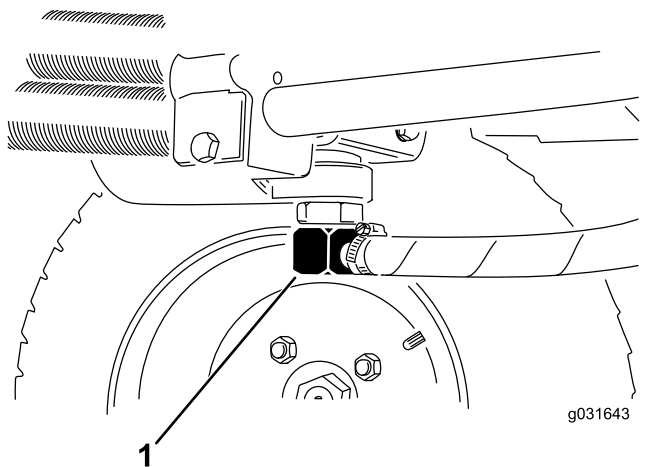

Рисунок 66
- Отсоедините гидропровод или снимите гидравлический фильтр и дайте гидравлической жидкости стечь в сливной поддон (Рисунок 68 и Рисунок 66).
- Когда гидравлическая жидкость перестанет вытекать, установите гидропровод на место (Рисунок 66).